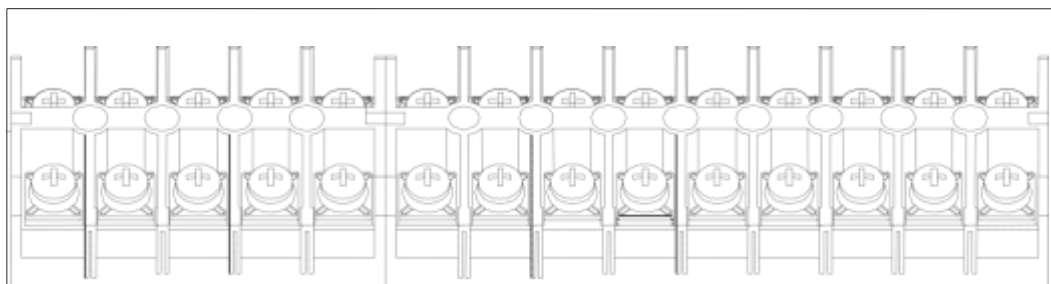
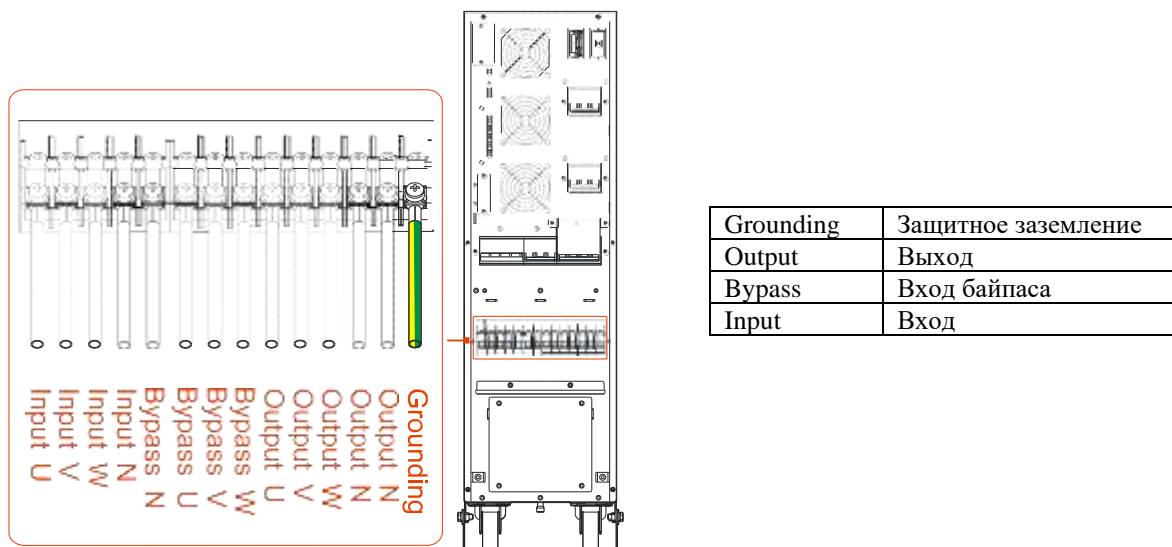
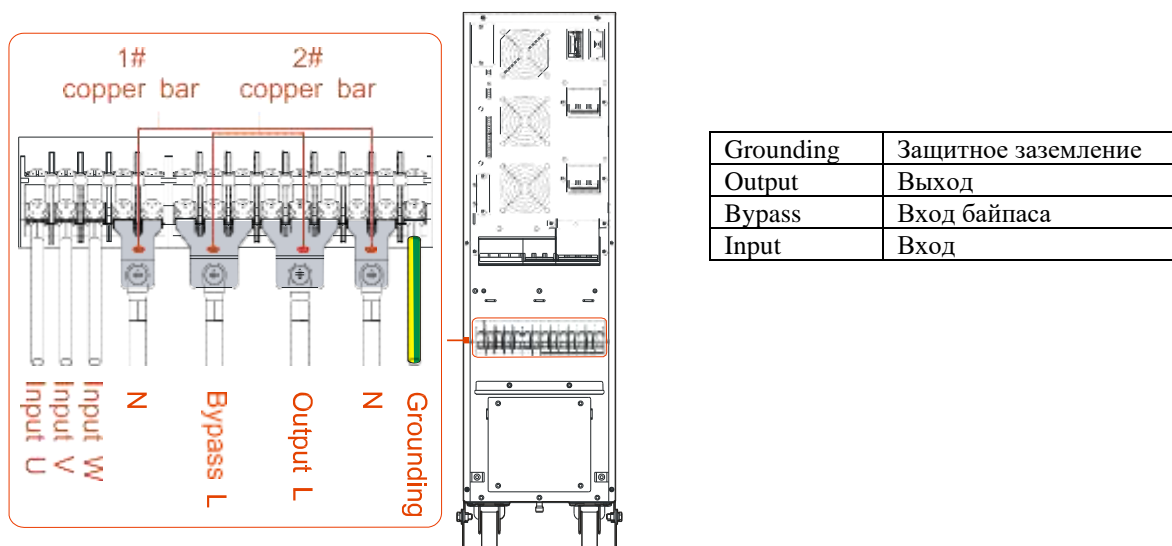
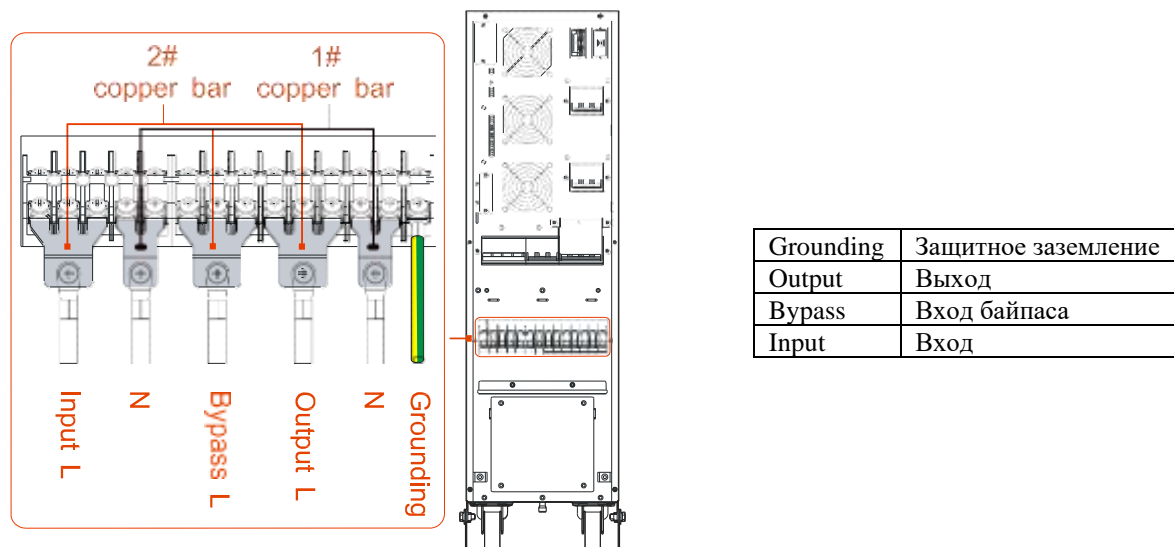

Рис. 3-13 Маркировка кабельных клемм
Рис. 3-14 Диаграмма подключения для 33 режима
Рис. 3-15 Установка перемычек и подключение кабелей для 31 режима
Рис. 3-16 Установка перемычек и подключение кабелей для 11 режима
Step 2 Для моделей ИБП 10/15/20 возможны режимы 33, 31 и 11, как указано на маркировке, см. Рис. 3-13. Подключение кабелей в 33 режиме, 31 режиме и в 11 режиме различаются, см. Рис. 3-14, Рис. 3-15, Рис. 3-16.
Подключите кабели к соответствующим клеммам, как показано на диаграмме, см. Рис. 3-14.
Возьмите две пары медных перемычек типа 1# и 2#, подключите их к клеммам ИБП (как показано на Рис. 3-15). Затем подключите кабели в соответствии с диаграммой.
Возьмите пару перемычек типа 1# и три перемычки типа 2#, подключите их к клеммам ИБП (как показано на Рис. 3-16). Затем подключите кабели к соответствующим клеммам и перемычкам по диаграмме.